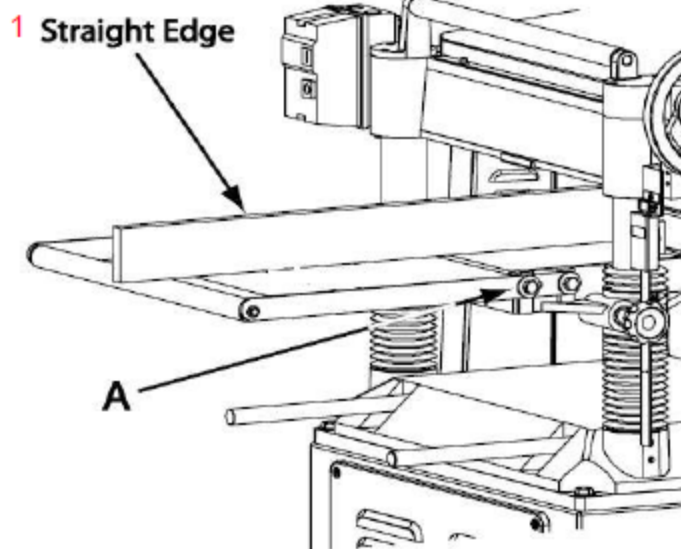

Рис. 15: 1 – поверочная линейка
1. Поставить поверочную линейку на выносной ролик и одновременно на стол, как показано на рис. 15, для проверки того, что стол и ролик находятся на одной высоте. При необходимости отрегулировать выносные ролики стола следующим образом:
2. Ослабить винты с шайбами (рис. 15, A) для перемещения ролика в требуемое положение, затем вновь затянуть винты.